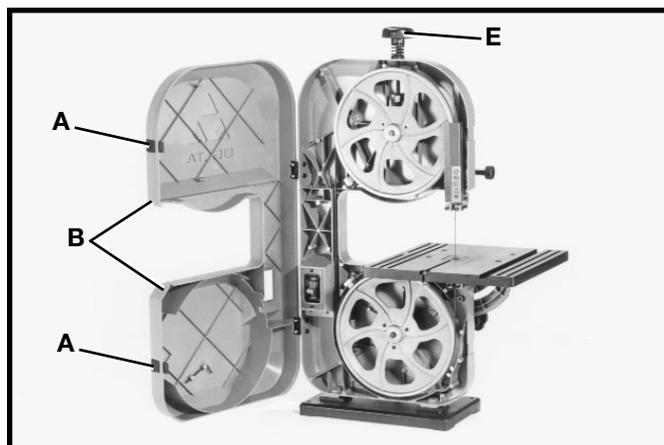

Fig. 34
2. Appuyez sur les loquets (A) fig. 34, et ouvrez le carter (B) comme il est illustré.
4. Détendez la lame en tournant dans le sens antihoraire le bouton (E) fig. 34 de réglage de la tension.
10. Fermez le carter (B) fig. 34 avant d'utiliser la machine.